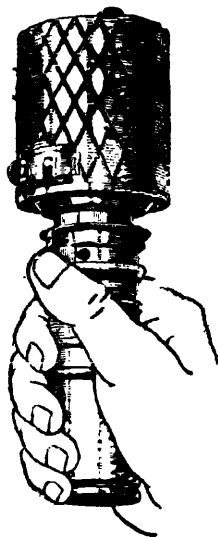

Рис. 18. Как открыть предохранительную чеку
1) взять гранату за рукоятку, как показано на рис. 18;